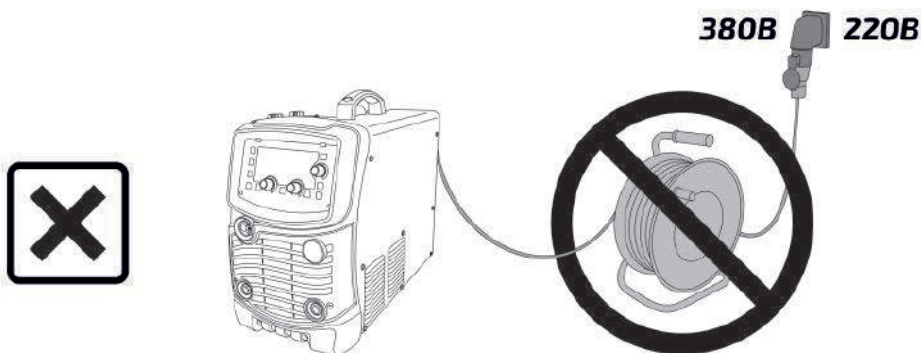

Рис. 8.1.4. Схема неправильного подключения и удлинения кабелей сварочного аппарата.
**Данный вид подключения (рис. 8.1.4) приводит к выходу сварочного аппарата из строя!**